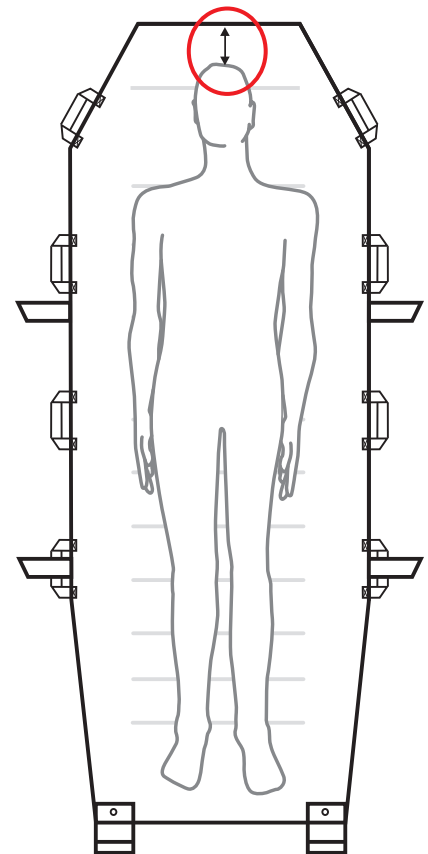

Fig. 7
- Patientens huvud ska befinna sig ca 150 mm (6 tum) från madrassens huvudände. Kontrollera att patienten vilar bekvämt mot kudden under förflyttningen, se "Fig. 7".